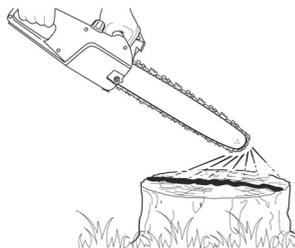

Fig. 16
> Utilisez un entonnoir avec filtre: Cela permet d'éviter de renverser de l'huile et de faire déborder le réservoir, et cela empêche les éventuels résidus de pénétrer à l'intérieur. Laissez un espace d'environ 5 mm entre la surface de l'huile et la paroi supérieure du réservoir, afin que l'huile puisse se répandre de manière uniforme (Fig. 16).
- > Lancez le moteur, laissez-le tourner à vitesse moyenne et vérifiez que l'huile de chaîne est libérée comme sur l'illustration ci-contre (Fig. 16).